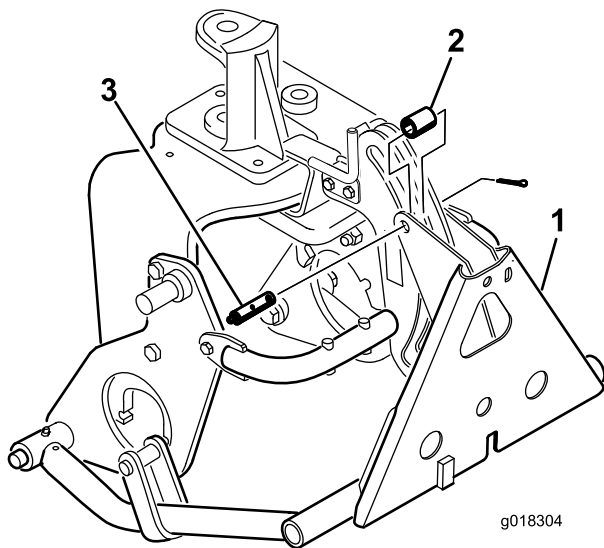

図 10
8. フレーム・アダプタをヒッチ・フレームに取り付ける (チューブ、クレビス・ピン、コッター・ピンを使用する) (図 10) 。